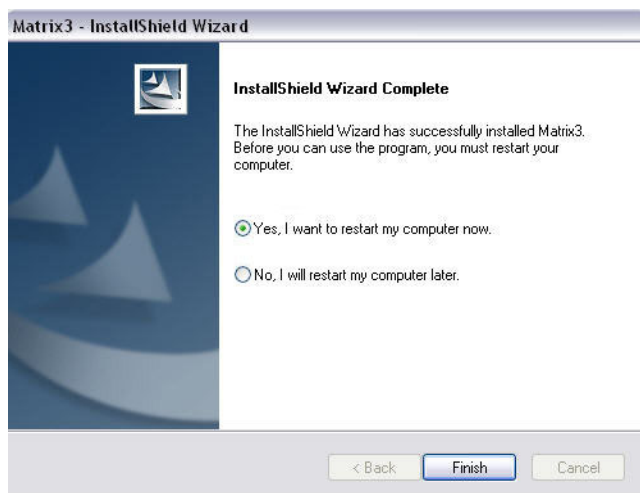

Рис. 10
12. Когда установка завершится, появится следующий экран: Рис. 10. Перед тем как система Matrix сможет работать на ПК, нужно перезагрузить компьютер. Выберите пункт «Yes, I want to restart my computer» [Да, я хочу перезагрузить компьютер] и нажмите кнопку «**Finish**» [Закончить], чтобы перезагрузить.
14. Когда установка завершится, появится следующий экран: Рис. 10. Перед тем как система Matrix сможет работать на ПК, нужно перезагрузить компьютер. Выберите пункт «Yes, I want to restart my computer» [Да, я хочу перезагрузить компьютер] и нажмите кнопку «**Finish**» [Закончить], чтобы перезагрузить.